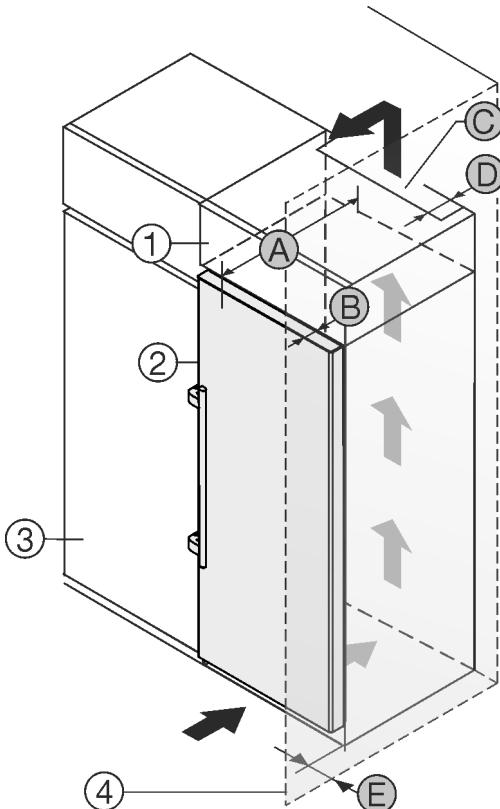

Fig. 1
Можете да поставите уреда непосредствено до кухненския шкаф Fig. 1 (3).
От задната страна на шкафа-пристройка трябва да има вентилационен отвор с дълбочина Fig. 1 (D) по цялата широчина на шкафа-пристройка.
Под тавана на помещението трябва да е спазено сечението за вентилация Fig. 1 (C).
Когато уредът се поставя с пантите до стена Fig. 1 (4), разстоянието между уреда и стената трябва да е поне 57 mm. Това отговаря на разстоянието, с което дръжките стърчат при отворена врата.
За да можете да отваряте вратата изцяло, уредът трябва да е издаден с дълбочината на вратата Fig. 1 (B) спрямо челото на кухненския шкаф. В зависимост от дълбочината на кухненските шкафове Fig. 1 (3) и използването на детайли за отстояние от стената, уредът може да излезе още по-напред.